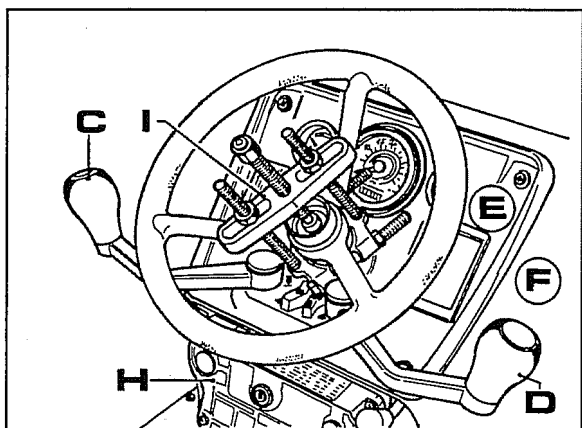

Fig. 9
2. Usando um extractor do tipo ilustrado na fig. 9 ( **I** ), retirar o volante.
3. Retirar a alavanca comando redutor **C**, comandas velocidades **D** e o tablier **E** fig. 9.
4. Retirar o quadro de arranque **H** fig. 9, e a seguir desligar entre si os blocos da instalação eléctrica anterior daquela posterior.
5. Retirar as chapas **F** fig. 9 que suportam o tablier.